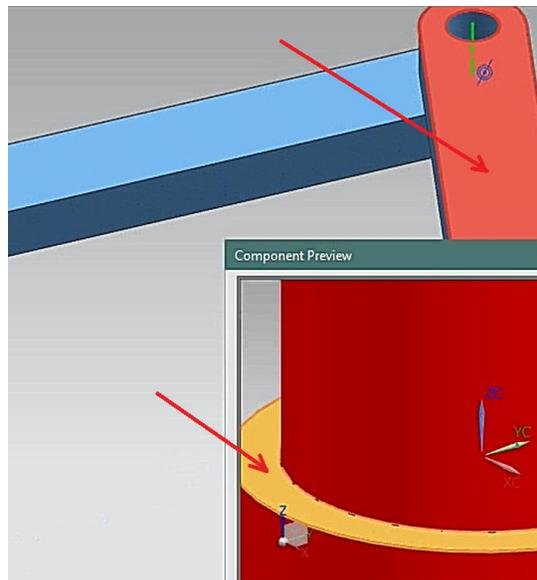

Figura 1.51 Cara superior de **barra3b2.prt** y cara inferior de la cabeza de **broche1 1 largo.prt**.
- Elegir el tipo de restricción **Touch Align**. Seleccionando **Orientation** → **Touch**. Seleccionar la cara inferior de la cabeza del **broche1 1 largo.prt** y la cara superior de **barra3b2.prt** (Figura 1.51).